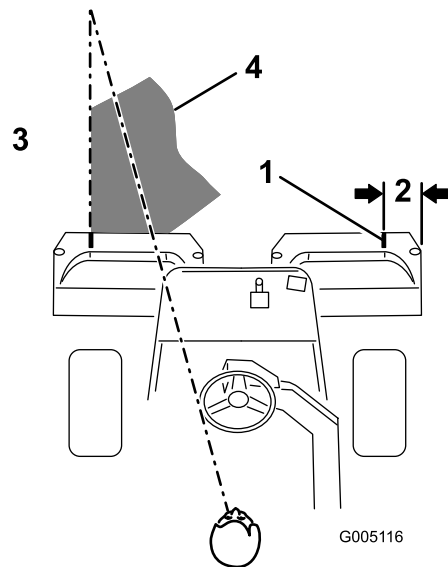

图22
**注意** 为了保持以直线方式穿过果岭、并使得机器与此前剪草的边缘保持等距请在机器前到果岭未剪部分的边缘虚构一条长约 1.83m 的视线图22。有人发现将方向盘的外缘看作视线的一部分非常有用即让方向盘边缘对准与机器前面始终保持等距的某个点。